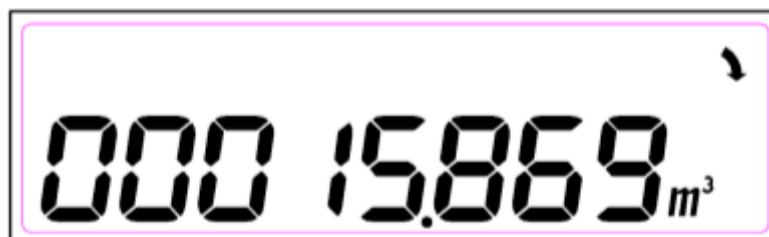

Рисунок 9 – Отображение суммарного объёма воды прошедшего через счетчик
**2.3.8** Основное окно, демонстрирующее суммарный приведенный объем воды, прошедший через счетчик с момента его изготовления (рисунок 9).